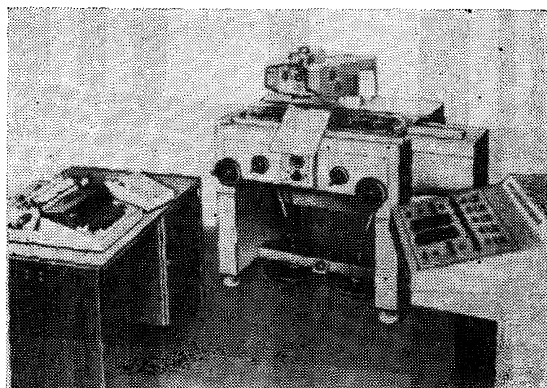

Рис. 38. Стекометр
7.8. Стекометр (рис. 38) предназначен для измерения и автоматической регистрации координат и параллаксов точек и применяется при создании пространственных фотограмметрических сетей аналитическим методом. Может использоваться для определения элементов взаимного и внешнего ориентирования, установочных величин для трансформирования, при определении деформации зданий и сооружений.